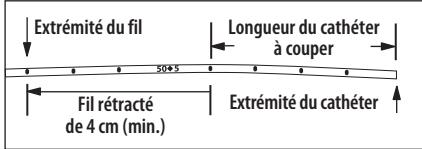

Figure 2
7. Retirer le fil de pose par le septum pour le rétracter d'un minimum de 4 cm derrière l'emplacement de coupe du cathéter (consulter la figure 2).